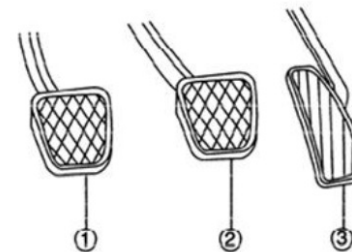

Figura 3.1.10.2
c. Palanca de cambios (ver Figura 3.1.10.3)